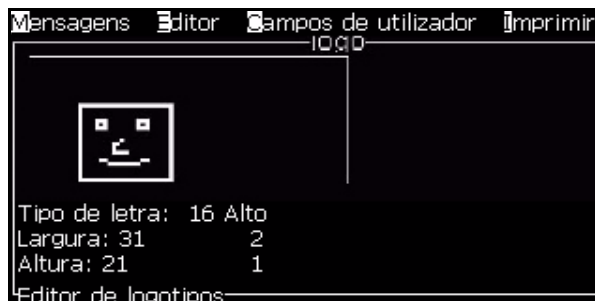

Figura 5-45: Recortar logotipo
- 1 Pressione a tecla *Enter* e aparecerá uma moldura que mostra os limites atuais do gráfico (Figura 5-45).